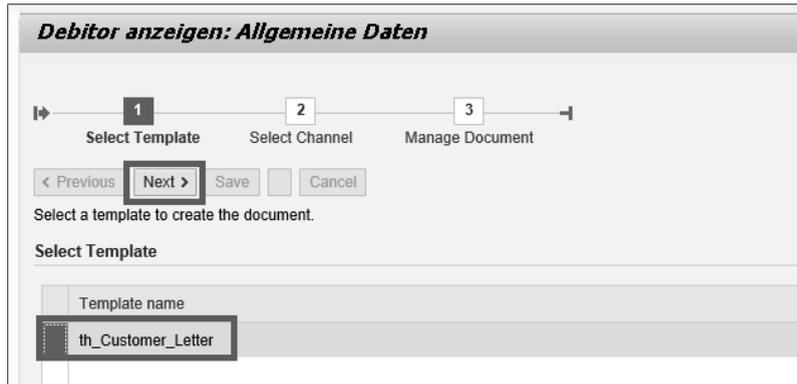

Abbildung 10.12 Auswahl der Dokumentvorlage in der Web-Dynpro-Anwendung
5. Über die Web-Dynpro-Anwendung können Sie die Dokumentvorlage für das Kundenanschreiben auswählen (hier `th_Customer_Letter`, siehe Abbildung 10.12). Klicken Sie anschließend auf **Next**.